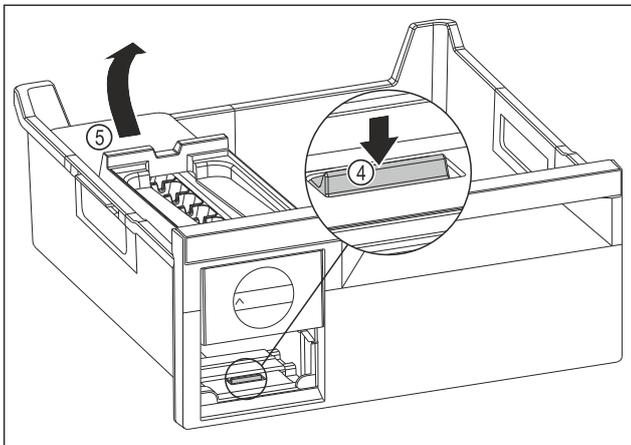

Fig. 212
- ▶ EasyTwist-Ice-Korpus entnehmen: Lasche Fig. 212 (4) mit Finger nach unten drücken und gleichzeitig mit der anderen Hand den EasyTwist-Ice-Korpus Fig. 212 (5) von hinten anheben.